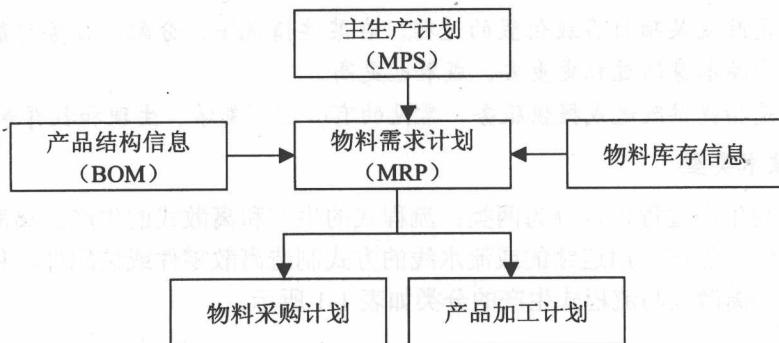

图 1-1 MRP 逻辑处理流程
(1) MRP 的特点。制造管理的核心是库存问题，要求处理好物料的需求计划。因此，MRP 的初衷是“在需要的时候，提供需要的数量。”我们可以从以下几个方面来分析。
- ◆ MRP 的逻辑处理：MRP 的逻辑处理流程如图 1-1 所示。